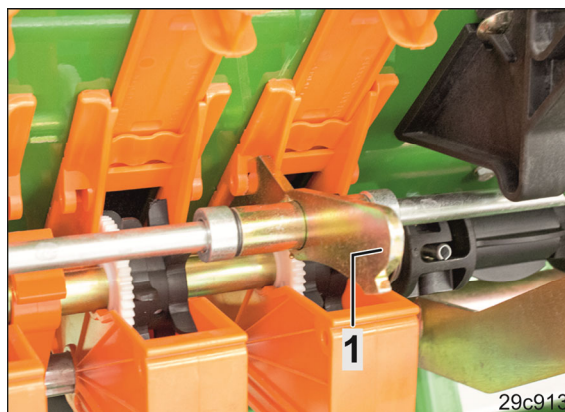

Рис. 136
3. Поверните осевой фиксатор (Рис. 136/1) таким образом, чтобы короткое плечо вошло в паз высевной коробки.
При переналадке сеялки снова на обычные и мелкосемянные высевающие катушки, поверните осевой фиксатор (Рис. 136/1) и вставьте длинное плечо в паз высевной коробки.